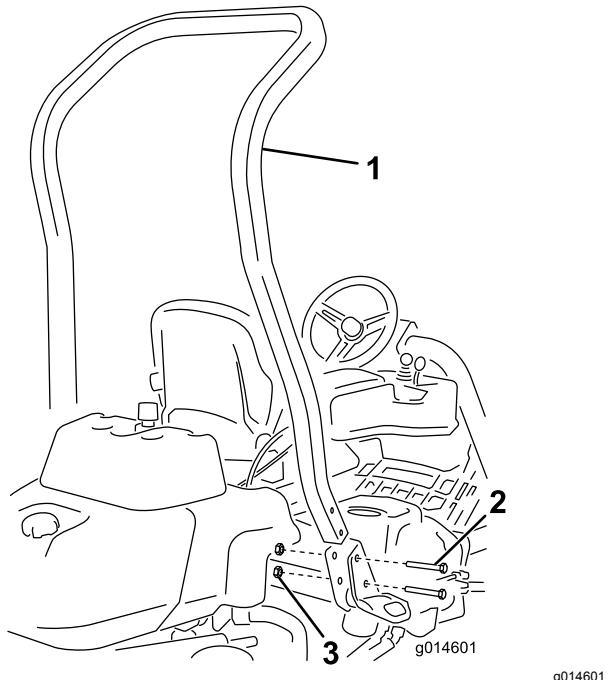

Bild 3
3. Befestigen Sie den Überrollbügel mit vier Schrauben (½" x 3¾") und vier Bundmuttern (½") in den Aussparungen an jeder Seite der Maschine, wie in Bild 3 abgebildet.